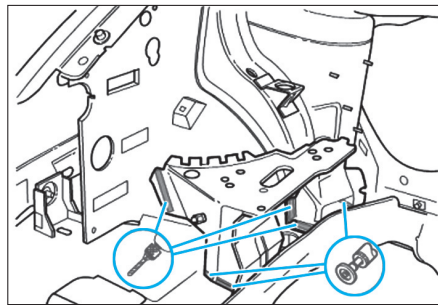

FIG. 2
- Percer la console de moteur sur le passage de roue et le longeron (Fig.2).